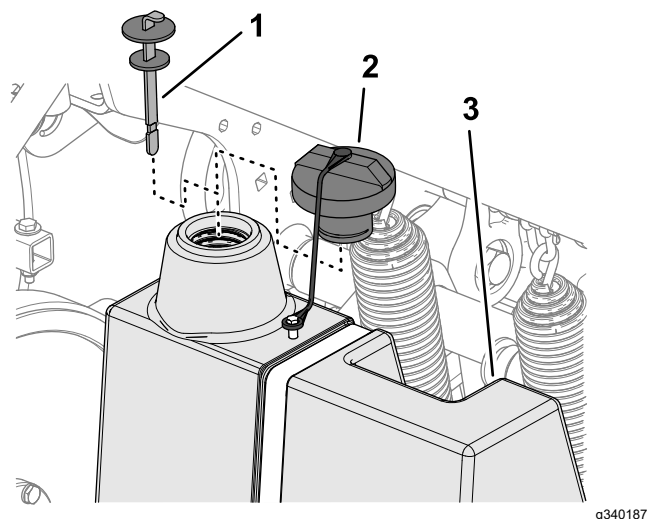

图 179
3. 清洁液压油箱加油颈和油箱盖周围的区域 (图 179)。从加油颈上取下盖子。